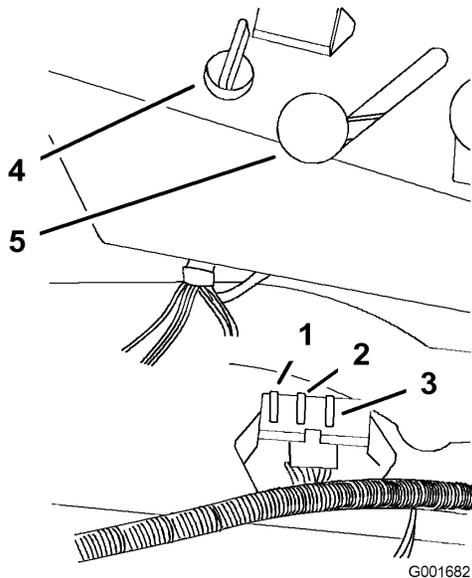

Figura 41
1. Levante el asiento para tener acceso al portafusibles (Figura 41).
3. Instale un fusible nuevo (Figura 41).